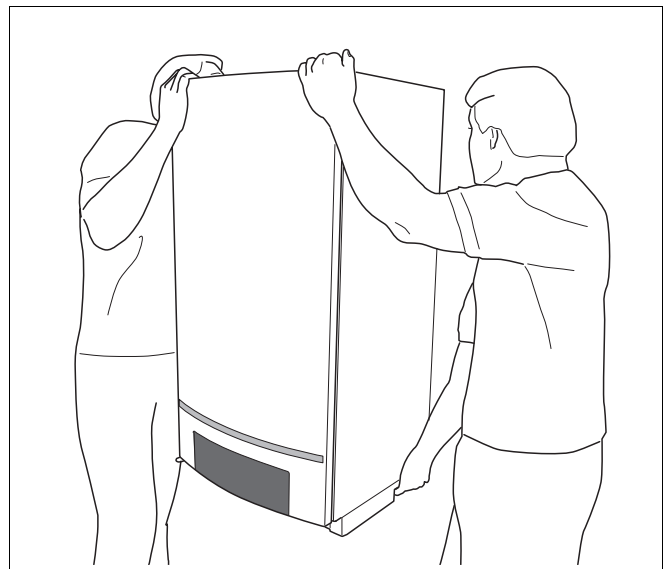

Fig. 3 Cv-toestel correct optillen en dragen
Het cv-toestel kan het beste worden opgetild met één hand achter aan de onderzijde en de andere hand aan voor de bovenzijde van het cv-toestel (→ fig. 3).
- Til het cv-toestel met 2 personen aan de achterkant en aan de transportbalk aan de onderkant op en plaats het cv-toestel in de wandhouder (→ fig. 3, pag. 15).